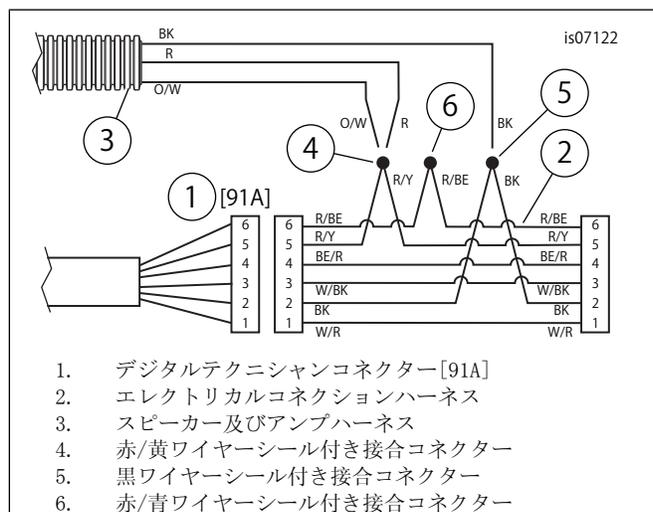

図4。配線図、スピーカー/アンプハーネスから電気接続ハーネス
- 図4を参照してください。シート下のDigital Technician コネクタ[91A] (アイテム1、ラバーブーツ付きの灰色6極Deutschコネクタ)を見つけます。Digital Technicianコネクタに電気接続ハーネス(2)を置きますが、まだ繋がないでください。
4. シール付き接合部の接続手順について詳しくは、サービスマニュアルを参照してください。ワイヤーハーネス(部品番号69200722)が既に接合済みの場合は、既存の接合部を切り離してください。多重接合構成の場合は、図4を参照してください。以前の取り付け作業でワイヤーハーネス(部品番号69200722)が接合済みの場合は、8極Molexコネクタを車体コネクタ[4]から外してください。